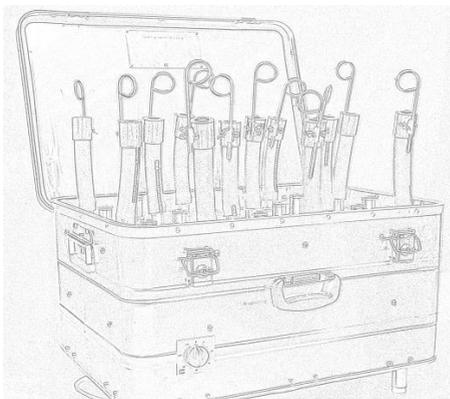

Рисунок 1. (SEFFI Team).
2. Прежде, чем включить прибор, убедитесь, чтобы трубки с тенами находились в вертикальном положении. Будьте осторожны и не пораньте пальцы при возможном падении крышки в тот момент, когда трубки с тенами еще не поставлены на место. ( Рис. 1).